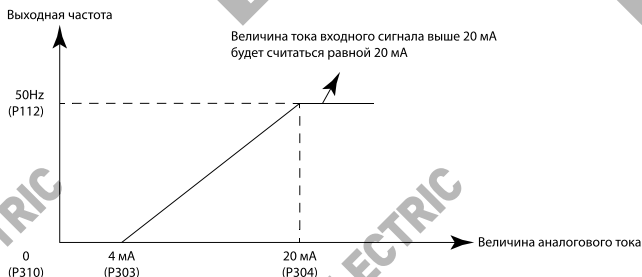

Рисунок 16. Диаграмма управления минимальным током
P305: Постоянная времени фильтра AVI (I) Постоянная времени фильтра задает время отклика на изменение аналогового сигнала. При увеличении значения параметра P305 будет увеличиваться время отклика ПЧ015 на изменение аналогового сигнала. Параметры выхода ПЧ015 будут относительно стабильны (рис. 16). Например, если величина тока сигнала от управляющего устройства равна 4-20 мА, а соответствующая частота должна находиться в пределах от 0 до 50 Гц, то: